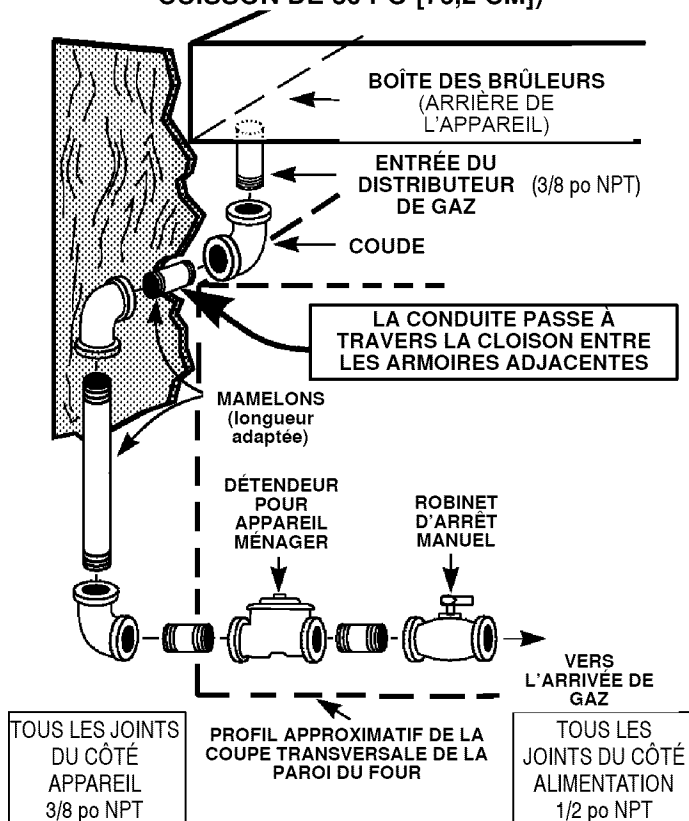

FIGURE 4
Remarque concernant la figure 4 ci-dessus :
- Pour plus de facilité à l'entretien, un raccord-union (non montré : disponible localement) doit être intégré à la conduite illustrée à la figure 4, à l'endroit le plus pratique pour la pose. En général, ce sera dans une armoire au-dessous de l'appareil, près de l'entrée du distributeur de gaz, plutôt que dans une armoire adjacente.
Si la prise doit être montée dans une armoire adjacente à gauche ou à droite, un trou comme celui décrit ci-dessus doit être pratiqué dans la cloison entre les armoires. La figure 4, page 5, illustre une cloison type (côté gauche). Le trou pour la fiche (non montré à la figure 4) peut être